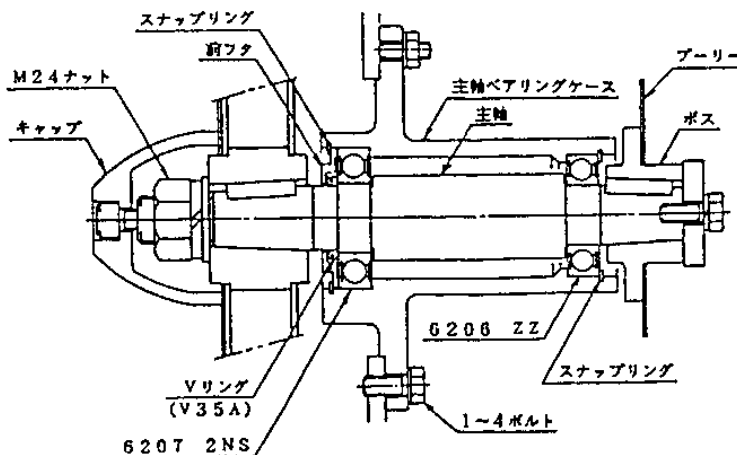

図 9-9
- ・ 両側のスナップリングを取り外し、ベアリング押さえ板を取り、木の上などに主軸の軸端を突くように落とせば抜くことができます。(図 9-9)